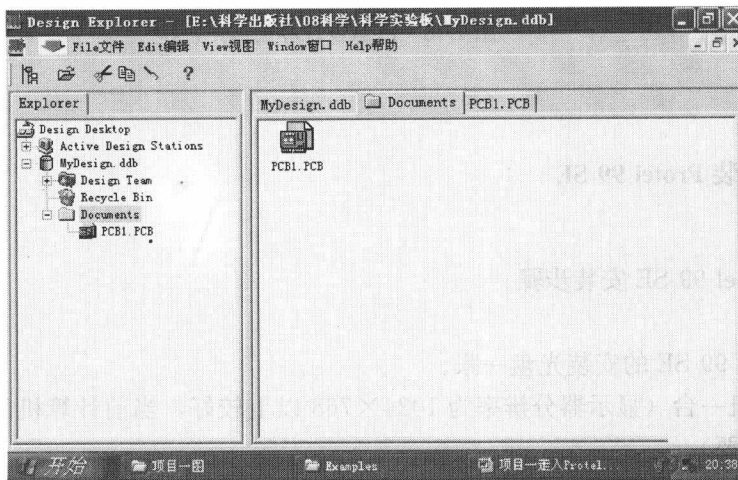

图 1-17 创建新 PCB 文件
2) 双击 PCB 文件图标  , 完成新 PCB 文件创建, 如图 1-17 所示。